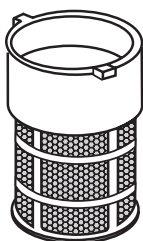

Figure 31. Filtre à carburant
3. Ensuite, retirer, inspecter et nettoyer le filtre à carburant (Figure 31) avec du solvant.